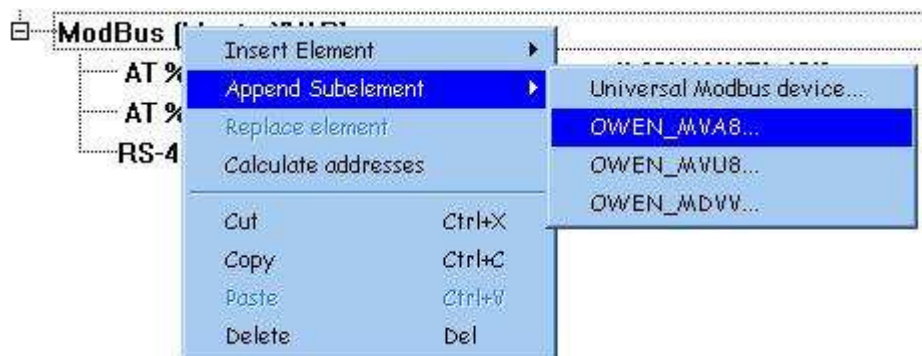
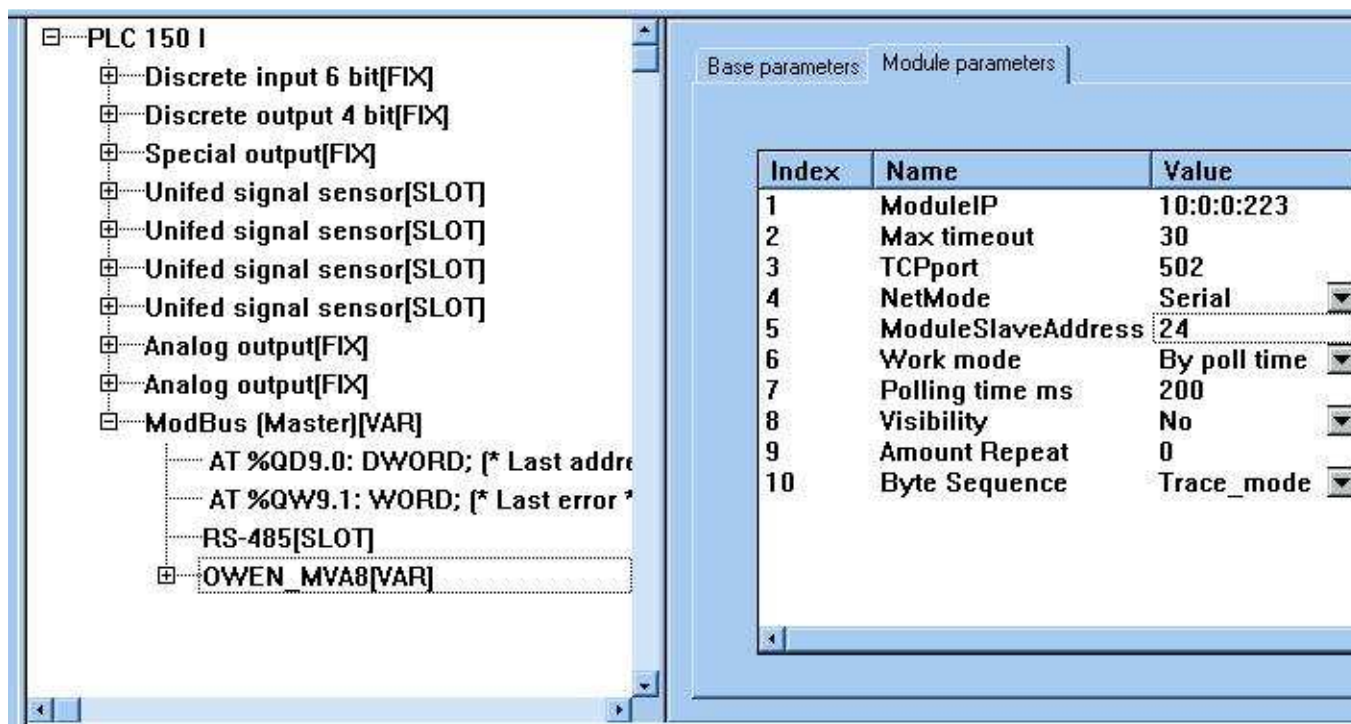

Рис. 3.1
Рис. 3.2
3. Сначала настроим подключение MBA8. Нажмите правой кнопкой мыши на пункте *ModBus (Master)*, в появившемся контекстном меню выберите пункт *Append Subelement*. Здесь вам предлагается выбрать либо модуль *Universal Modbus device*, либо уже настроенную конфигурацию MBA8 (см. пункт *OWEN_MVA8* на Рис. 3.1). В первом случае вам необходимо самостоятельно определить, какие данные, с каких каналов MBA8 и в каком виде вы хотите передать на ПЛК. Во втором случае эти параметры передачи сигналов уже заданы для всех входов модуля.
Выберите пункт *OWEN_MVA8*, как это показано на рис. 3.1. В окне справа выберите вкладку *Module Parameters*. В столбце *Value* введите значения параметров, как это показано на рис. 3.2. В параметре *ModuleSlaveAddress* вы можете задать удобный вам адрес прибора MBA8, кратный 8. Например, 32, 40 или 48. В нашем случае это адрес 24.